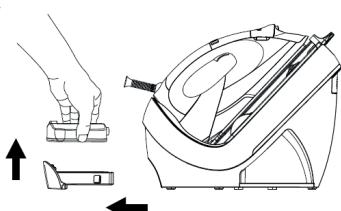

Рис. 4
- Достаньте ёмкость для хранения картриджей из подставки и извлеките старый картридж (Рис. 4).